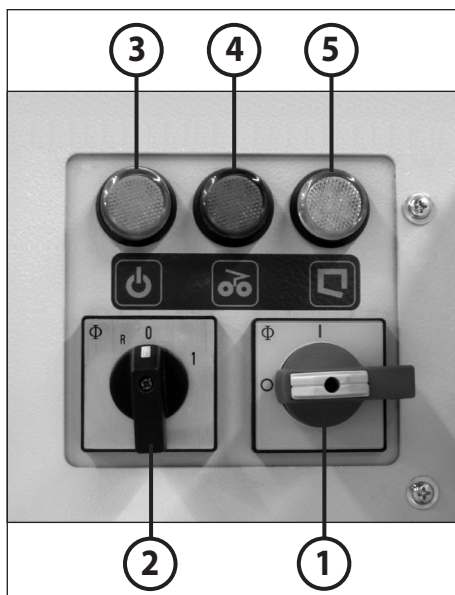

fig. 7
1. Ligar o interruptor principal (1) (posição "1").
2. Pôr o interruptor giratório (2) na posição "1" (fig. 7).
ELEMENTOS DE MANEJO (Fig. 7):
Indicação: Com cada ligação da máquina é reiniciado automaticamente o relé multifuncional. Devido a isto piscam durante alguns segundos as duas luzes de controlo 4 e 5 (fig. 7).